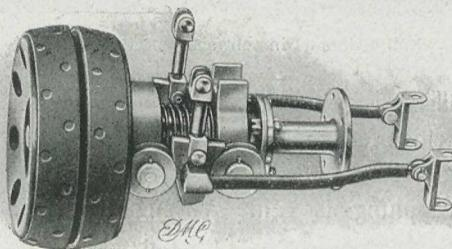

Abb. 77. Mercedes, Lederdoppelkonuskupplung.
**Lederdoppelkonuskupplung** (Abb. 77). Sie wird nur bei starken Wagen ausgeführt. Der eine Konus derselben wird in die Schwungscheibe, der andere gegen den an die Scheibe angeschaubten Ring gepreßt, wodurch ein leichteres Kuppeln und sanfteres Anfahren erzielt wird.